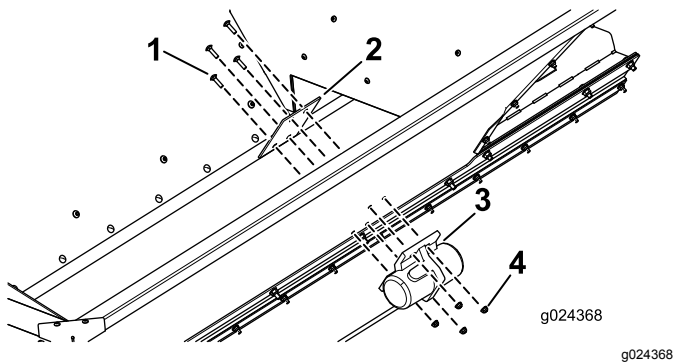

图19
2. 如 **图19** 所示用 4 个托架螺栓和 4 个螺母将安装板和振动器固定到工作车上。